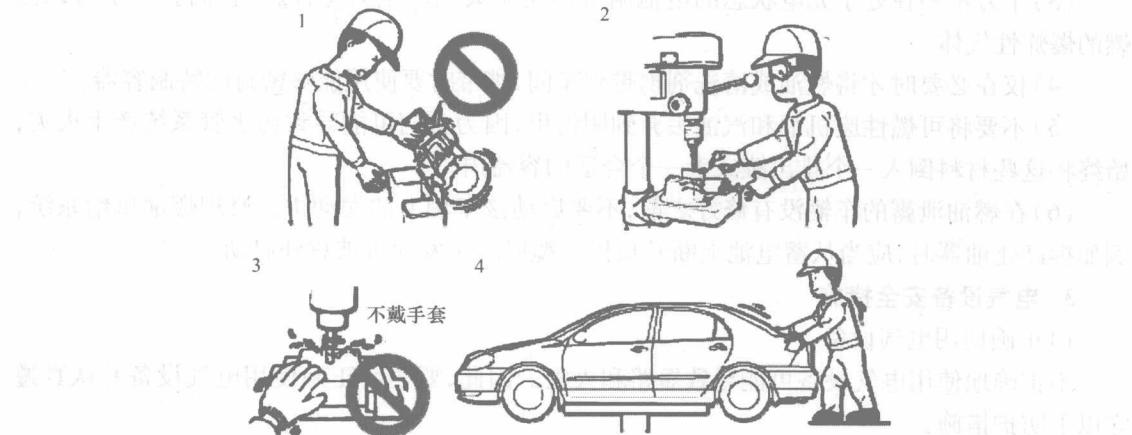

图1-1-4 正确使用电气、液压和气动设备情况
(1)如果不正确地使用电气、液压和气动设备,可能导致严重的伤害(图1-1-4)。